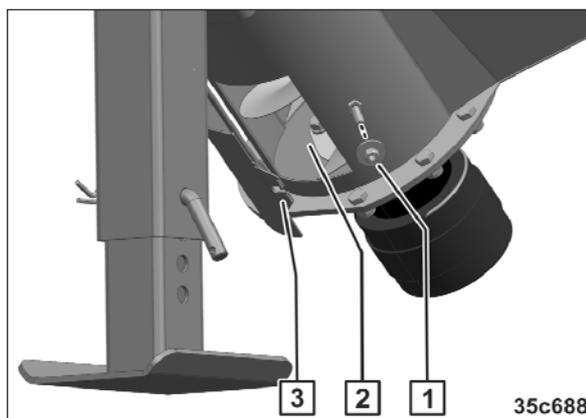

Рис. 281
2. Демонтируйте гайку и шайбу (Рис. 281/1).
3. Откройте крышку (Рис. 281/3).